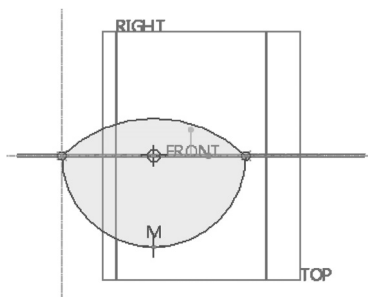

图 4-67 绘制扫描截面
7) 绘制图 4-67 所示的扫描截面, 然后单击  (确定) 按钮。